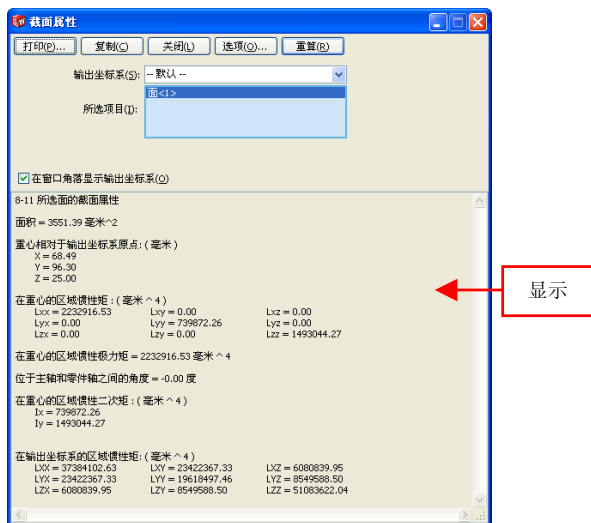

图 8-14 显示截面属性信息
(4) 执行操作后, 即可显示出计算结果, 如图 8-14 所示。